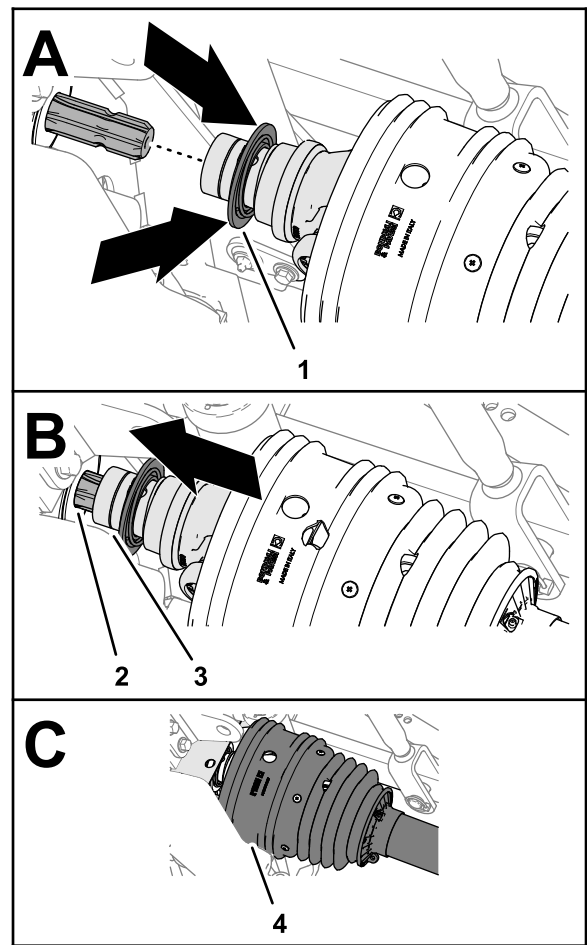

Figure 31
2. Tirez la bague de blocage de l'accouplement rapide vers l'arrière (**Figure 31**).
3. Tout tirant la bague de blocage en arrière, tirez la chape de l'arbre de transmission de la PDF vers l'avant et faites glisser la douille de l'accouplement par-dessus les cannelures de l'arbre de sortie de la PDF (**Figure 31**).
5. Vérifiez que la protection recouvre la chape de l'arbre de transmission (**Figure 31**).